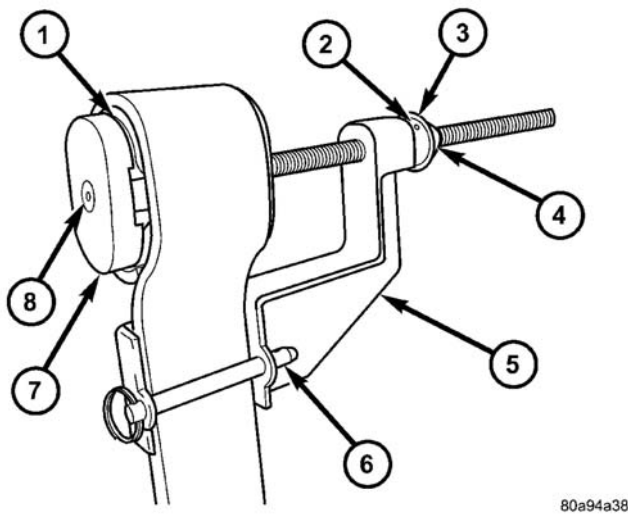

图 5 为拆卸衬套而安装的工具 8459
(8) 将拆卸器 / 安装器（专用工具 8459）置于板簧和衬套上，如图所示（图 5），并拧紧将拆卸器板固定至工具螺纹轴的固定螺钉。
(9) 紧固螺母（图 5），卸下弹簧吊耳上的衬套。
(10) 从弹簧上卸下工具，然后从工具上卸下衬套。